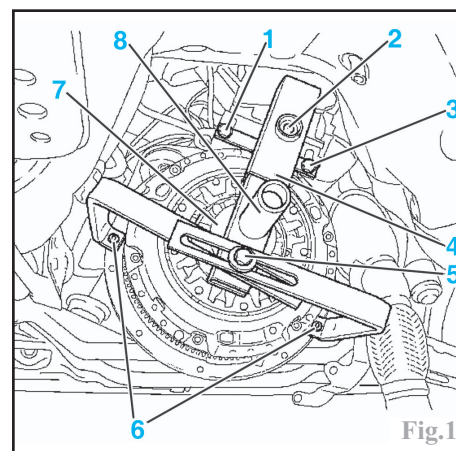

Fig.1
Utiliser l'outil (4) KM-6263 pour dévisser les vis de fixation du mécanisme d'embrayage afin de préserver les lames du mécanisme (Fig.1).
Monter l'outil (4) **KM-6263** et mettre en place les vis de fixation (1), (3) et (6) sur le bloc moteur en les serrant correctement à la main (Fig.1).